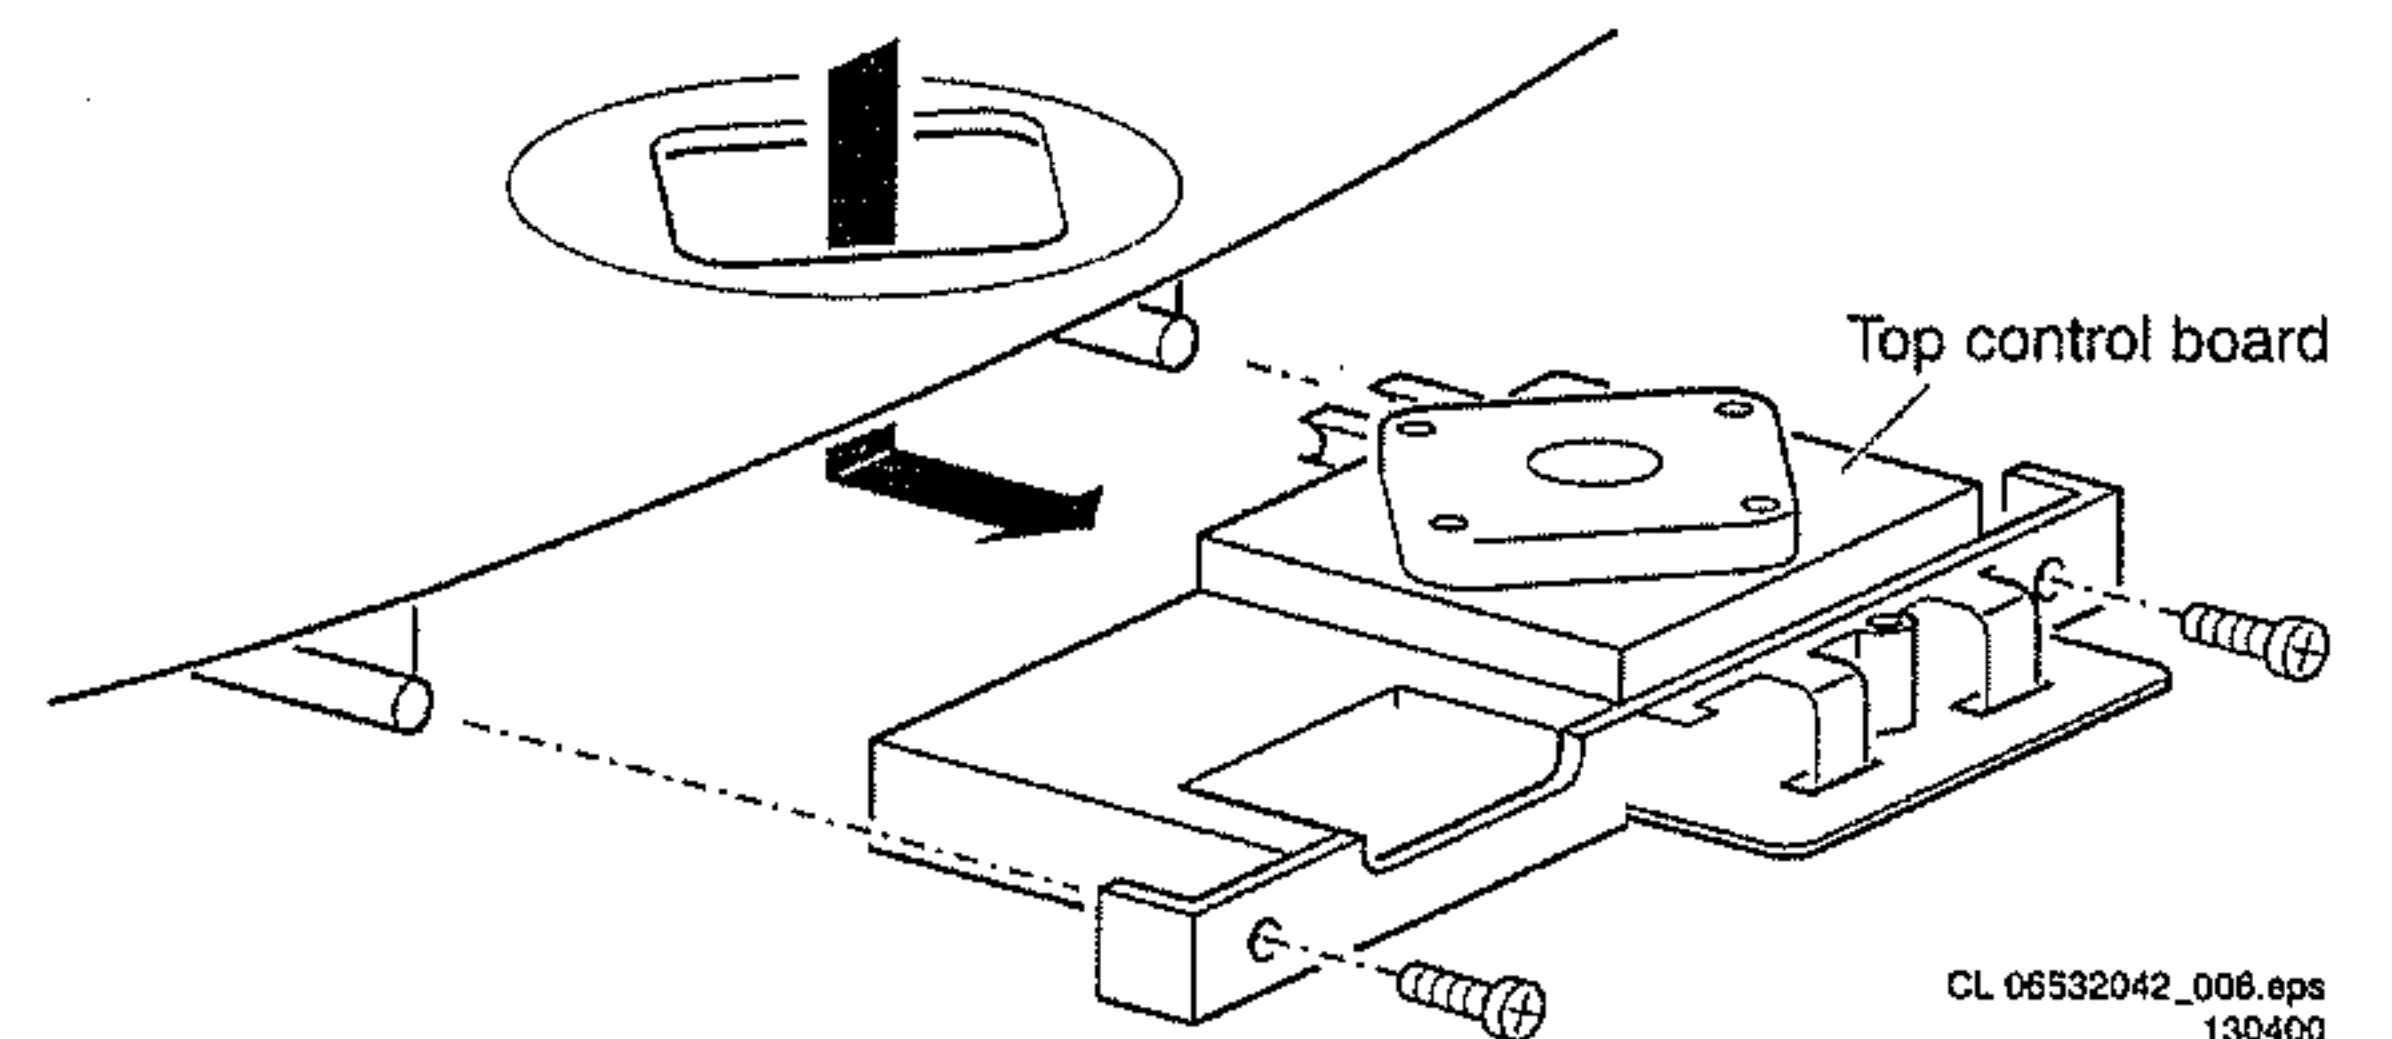

Abbildung 4-7
1. Entfernen Sie die 2 Schrauben (siehe Abbildung 4-7).